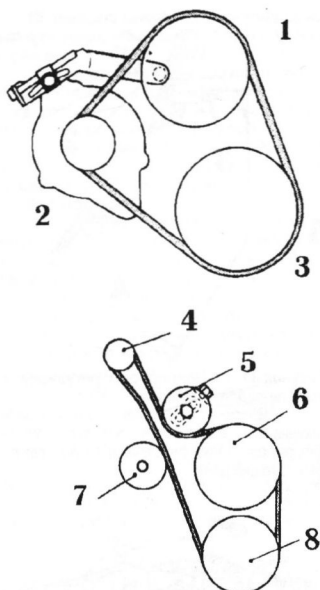

Рисунок 26.2 Путь прохождения приводного ремня — сверху изображена типичная ситуация для четырехцилиндрового двигателя; внизу — типичный двигатель V6
6. Для того, чтобы отрегулировать натяжение на серпантинном ремне, поворачивайте регулировочный винт на натягивающем шкиве (см. Рисунок 26.2). Для регулировки натяжения на всех остальных ремнях, кроме серпантинного, сдвигайте приводимые компоненты на скобах следующим образом: